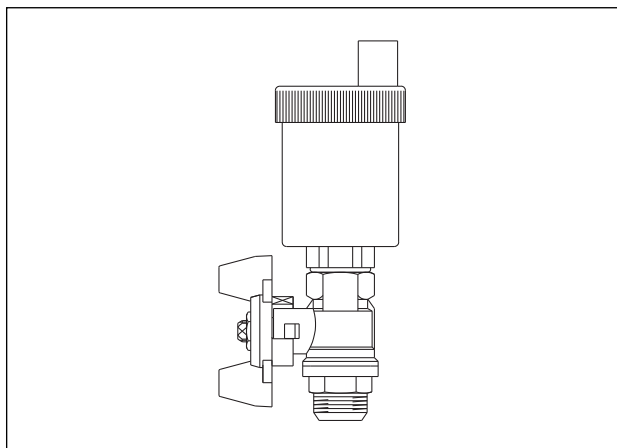

Fig. 3: Purgeur d'air, réf. OV 136 83 04
- Purgeur d'air automatique (voir fig. 3) avec robinet à tournant sphérique (max. 150°C)